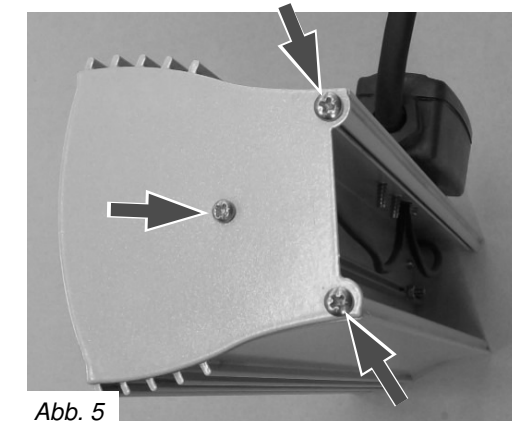

Abb. 5
5. Den Heizstrahler auf das offene Ende stellen und durch Lösen der Kreuzschlitzschrauben die andere Endkappe entfernen (Abb. 5).